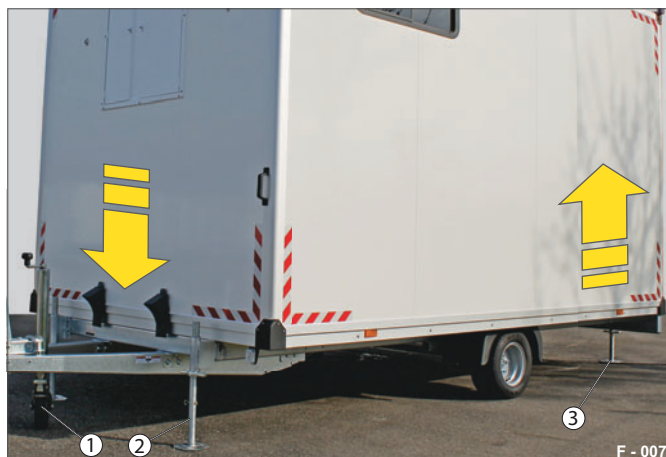

Abb. 5 Bauwagen abgestützt
- ▶ Drehen Sie alle vier Stützen (Abb. 5/2 & Abb. 5/3) herunter und sichern Sie diese.
- ▶ Entlasten Sie das Stützrad (Abb. 5/1) - etwas eindrehen. Der Bauwagen ist auf allen vier Stützen kippstabil abgestellt.